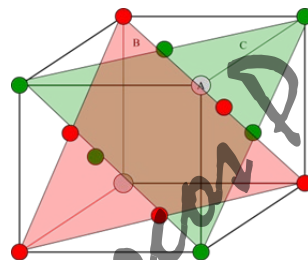

Figura 6.6
- La secuencia es ABC ABC ABC.... y a este tipo de empaquetado se le denomina *empaquetado cúbico compacto* (ccp ó cc) (Figura 6.6).